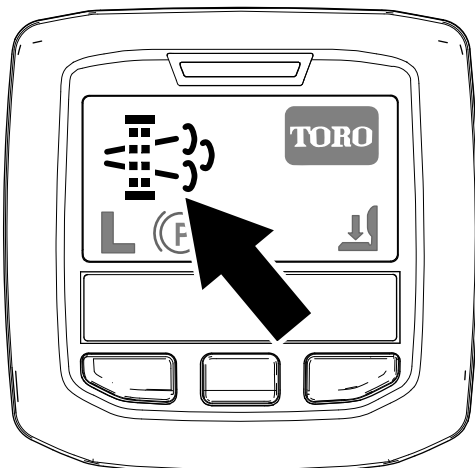

Рисунок 34
- Значок запроса регенерации с парковкой отображается на дисплее инфо-центра (Рисунок 34).